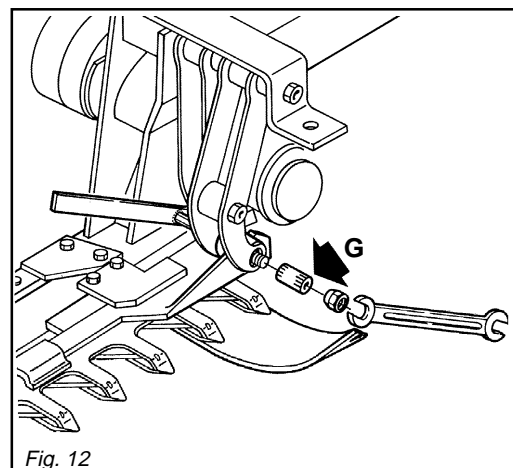

Fig. 12
- Infilare le lame (B e C, Fig. 11) nelle guide della barra e fissare prima la lama (B) e quindi la (C) con le viti e le boccole ad espansione (G, Fig. 12).
- Fit the blades (B and C, Fig. 11) in the cutting arm guides, fixing first blade (B) then blade (C) using the screws and expansion bushes (G, Fig. 12).
- Die Klingen (B und C, Abb. 11) in der Balkenlaufschiene einführen und zuerst die Klinge (B) und dann die (C) mit den Spreizschrauben und Spannbuchsen (G, Abb. 12).
- Enfiler à nouveau les lames (B et C, Fig. 11) dans les guides de la barre et fixer d'abord la (B) puis la (C) avec les vis douilles expansibles (G, Fig. 12).
- Inserir las hojas (B y C, Fig. 11) en las guías de la barra y fijar primero la (C) y luego la (B) con los tornillos y los manguitos de expansion (G, Fig. 12).